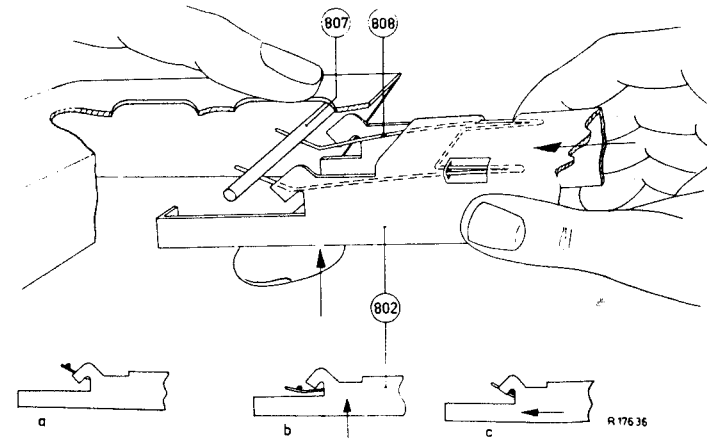

Fig. 25
- Kopfhalter 802 im Tonarm so wie in Abb. 25 angegeben anbringen.